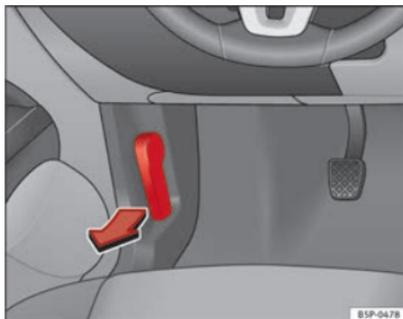

Abb. 157 Ausschnitt aus dem Fußraum auf der Fahrerseite: Entriegelungshebel für die Motorraumklappe
- Ziehen Sie den Hebel unter der Instrumententafel ⇒ Abb. 157 in Pfeilrichtung. Die Motorraumklappe wird durch Federwirkung entriegelt ⇒ △.